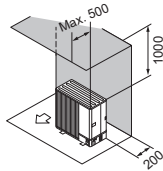

Fig. 2-8
- ② Obstacole numai în spate și deasupra (Fig. 2-8)